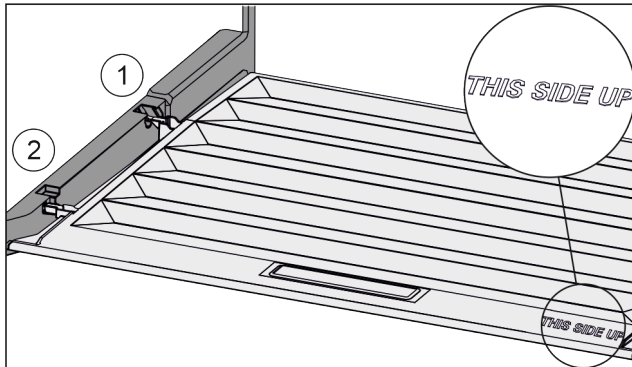

Fig. 125
- ▶ Introduzca los nervios de la tapa por la abertura del soporte trasero *Fig. 125 (1)* y encájelos por delante en el soporte *Fig. 125 (2)*.